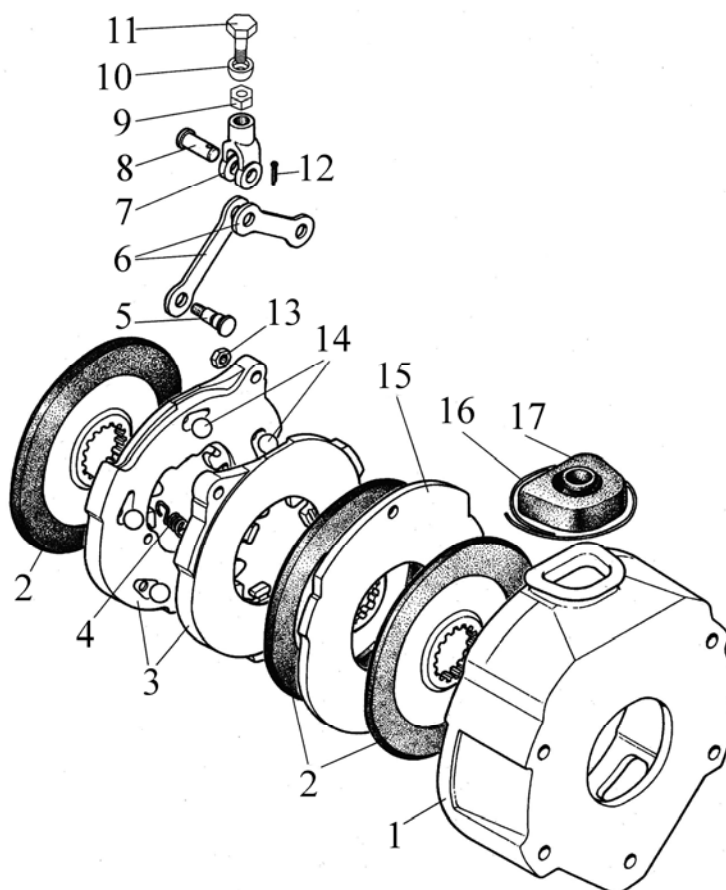

Рисунок 4.91
1) ослабьте контргайку (9) (**рисунок 4.91**) и вывинтите болт (11);
2) снимите сферическую шайбу (10);
3) снимите контролочную проволоку (16) и чехол (17);
4) снимите кожух (1) в сборе с дисками, предварительно отвернув, пять крепежных болтов и сняв стояночный тормоз, справа или муфту блокировки дифференциала слева;
5) снимите нажимные диски в сборе (3), три тормозных диска (2) и промежуточный диск (15);
6) снимите три стяжные пружины (4), разъедините нажимные диски (3) и выньте пять шариков (14) из профильных канавок;
7) снимите шплинт (12) и выньте палец (8);
8) снимите вилку (7);
9) отверните гайки (13) и снимите тяги (6).
1) соберите нажимные диски (3) (**рисунок 4.91**), для чего: